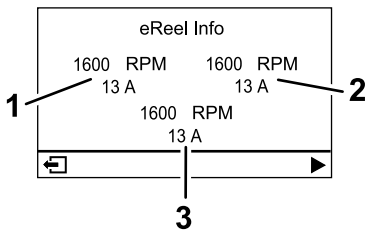

Figura 22
- Pantalla de motores eReel (Figura 22):** muestra la velocidad y la corriente de cada motor de las unidades de corte.